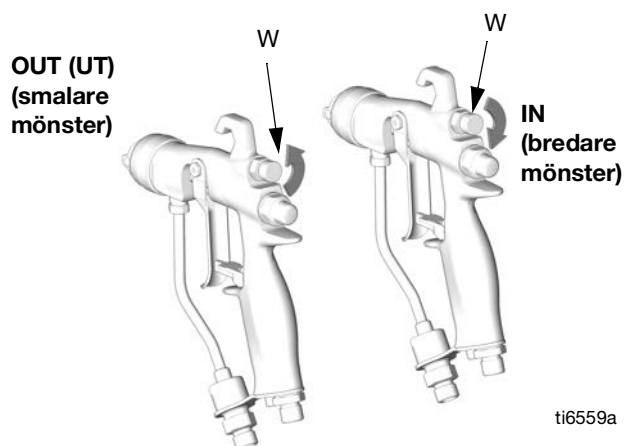

FIG. 6. Tryckluftjustering av mönster
6. Se FIG. 6. Stäng av tryckluften för mönsterjustering genom att vrida ratten (W) medurs (inåt) hela vägen. Detta ställer in pistolen till dess bredaste mönster.
Se FIG. 6. Vrid ratten för mönsterjustering (W) motsols (utåt) för att få ett smalare mönster. Om mönstret fortfarande inte är tillräckligt smalt ökar du lufttrycket till pistolen något, eller använder ett munstycke i annan storlek.